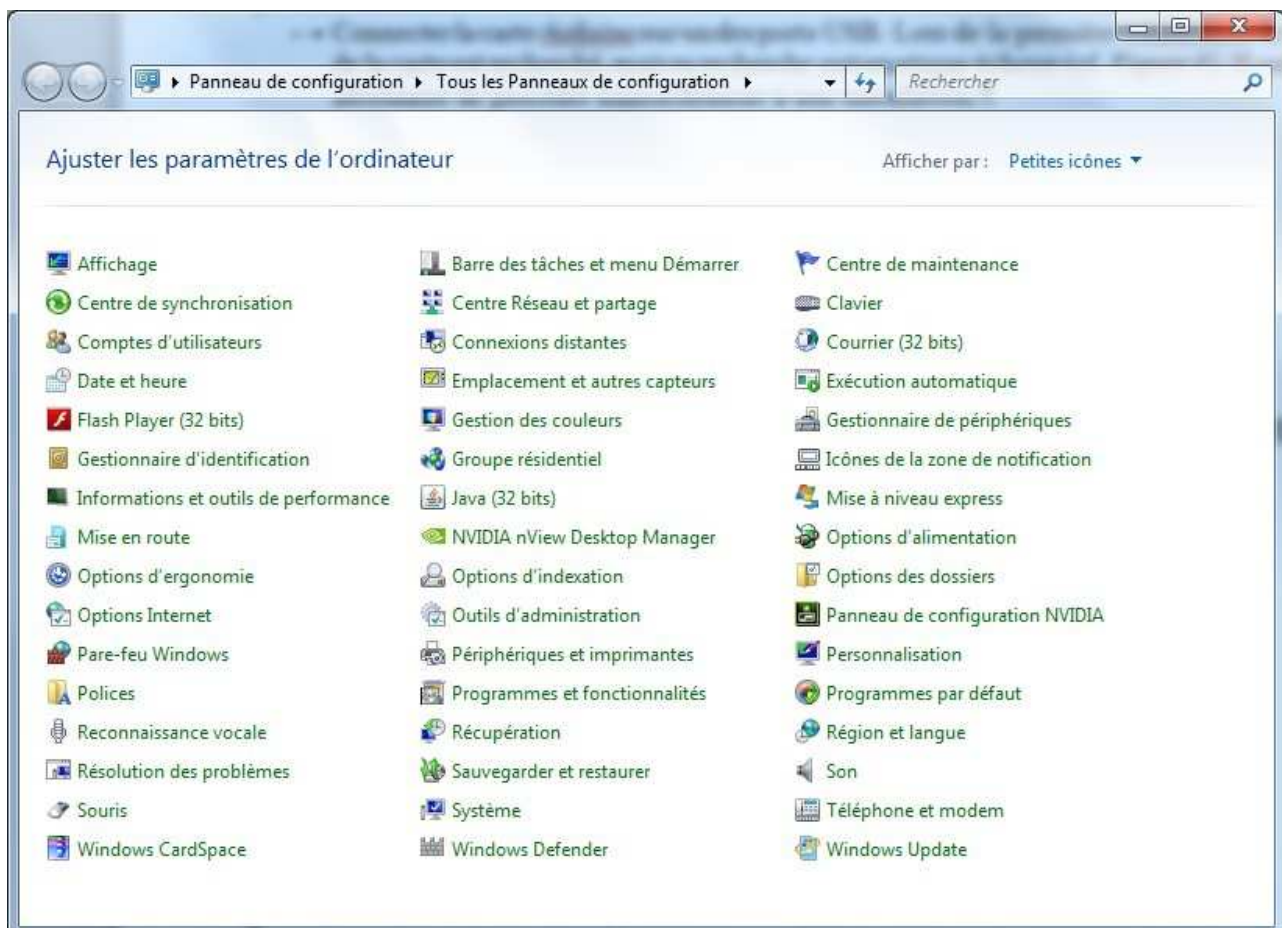

Figure 9 : Panneau de configuration Windows
- Ouvrir le panneau de configuration Windows (cf. Figure 9)